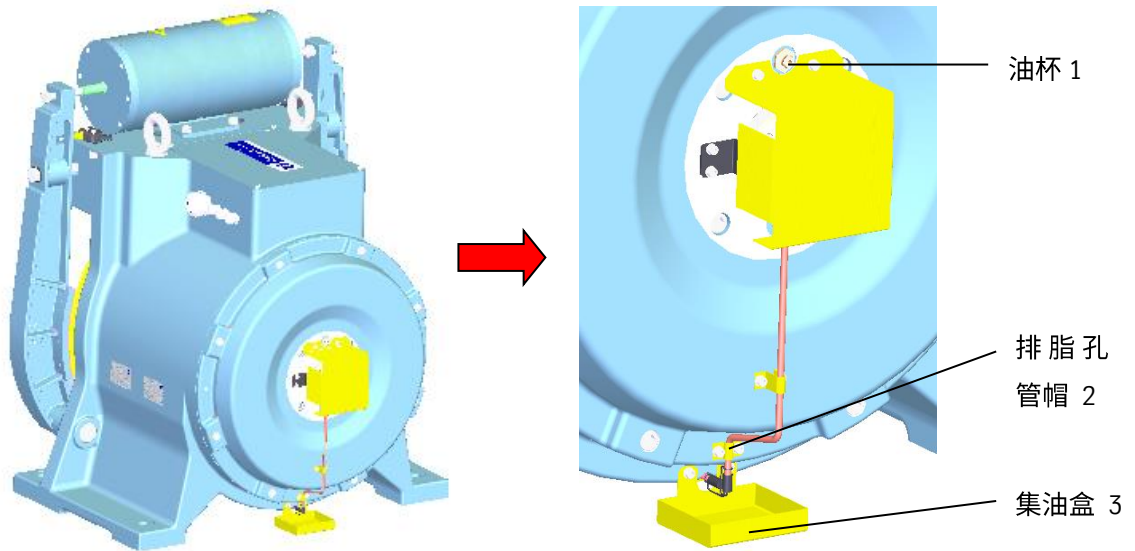

图 8-5 曳引机后端油杯与排脂孔位置
- d) 建议每次润滑脂加入量为：前端（图 2-1 中油杯 16）40g，后端（图 8-5 中油杯 1）10g。
- 4) 取下排脂管管帽（图 8-5）；
- 5) 从油杯 16（图 2-1）注入润滑脂 20g，油杯 1（图 8-5）注入润滑脂 5g，观察排脂孔是否有油脂排出；